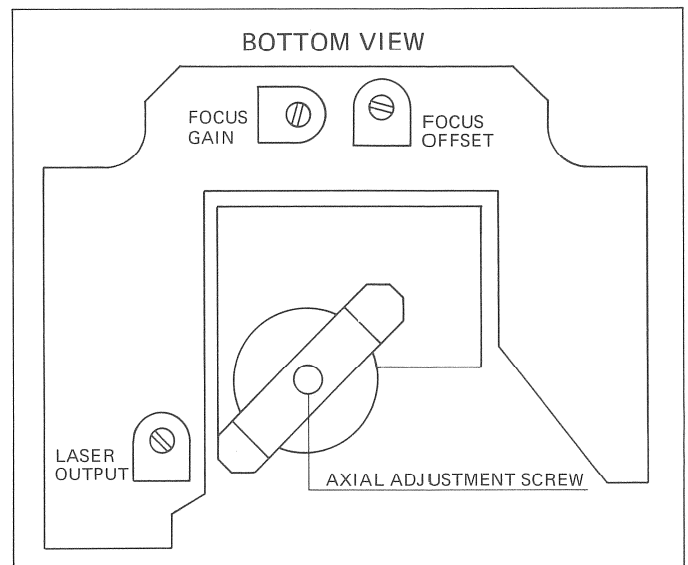

Fig. 4.16
- Mit Trimpotentiometer LASER OUTPUT (auf Laufwerk 1.769.100.36, Fig. 4.16) die Spannung an R63 auf 500mV $\pm$ 50mV einstellen.